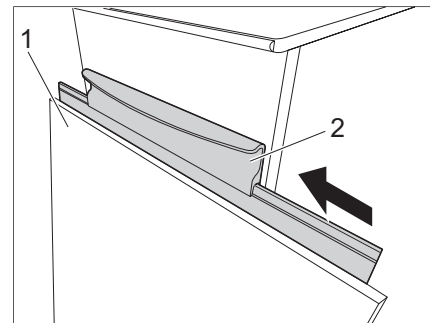

Fig. 31 Agganciare il piano del tavolo
- Agganciare il piano del tavolo (Fig. 31,1) al binario Keder (Fig. 31,2).